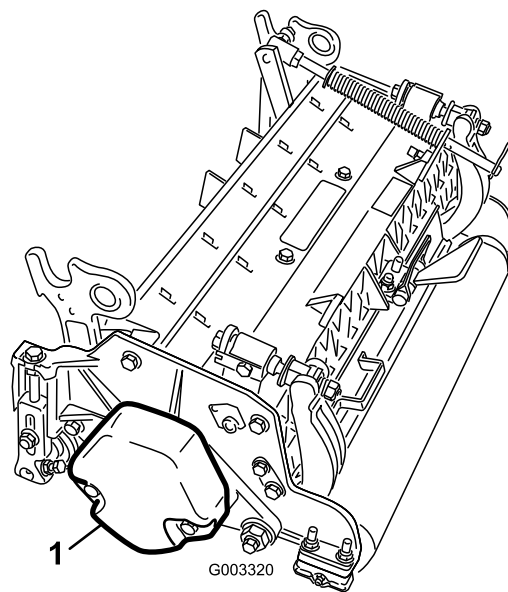

Bild 4
4. Stellen Sie sicher, dass der Gegenballast (Bild 4) am richtigen Ende der Schneideinheit montiert ist, siehe die *Bedienungsanleitung* der Schneideinheit.